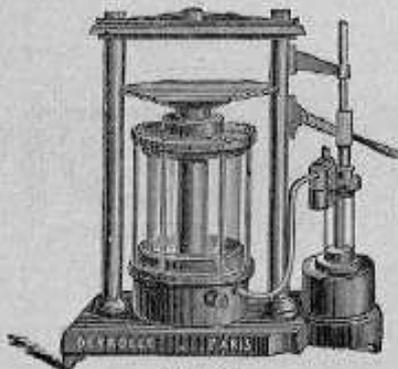

Fig. 73.
**Presse hydraulique de démonstration, cylindre en verre, sur socle fonte** (fig. 73). . . . . 200 »